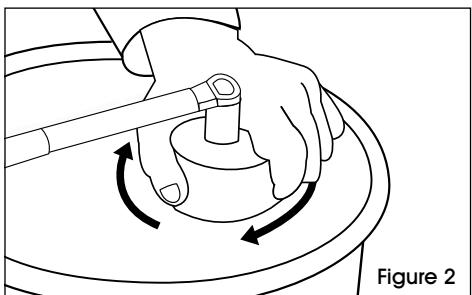

Figure 2
2. Continuez à faire tourner le bouchon fileté dans le sens horaire jusqu'à ce qu'il ne soit plus possible de le serrer à la main. À l'aide d'une clé dynamométrique et d'un raccord de 2 1/8 po pour le bouchon, serrez à au moins 9 N.m (80 lb-po). (Voir Figure 2)